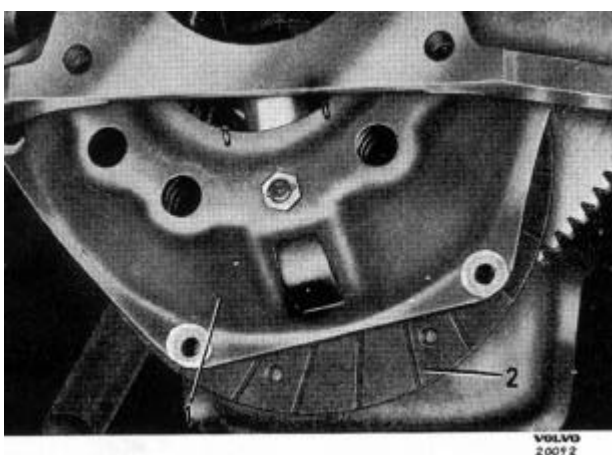

Abb. 6 Ausbau der Kupplung, frühere Baureihe
7. Um unnötige Belastung der Druckplatte zu vermeiden die Kupplungsgehäuseschrauben über Kreuz jeweils einige Umdrehungen lösen, dann abnehmen. Kupplung festhalten, damit sie nicht herunterfällt. Kupplung und Kupplungsscheibe können jetzt nach unten herausgezogen werden (s. Abb. 6).